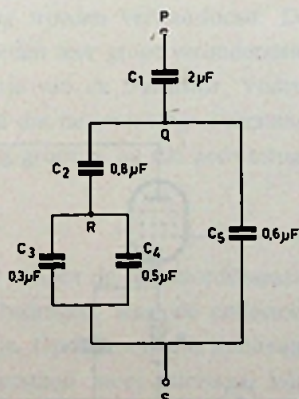

Fig. 2
③ In een schakeling volgens fig. 2 wordt tussen de punten P en S een wisselspanning aangelegd van 100 V met een frequentie van $\frac{500}{\pi}$ Hz.